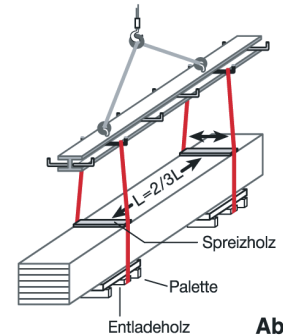

Abb. 3
4. Bei Verwendung eines Kranes am Paket keine Drahtseile und -ketten sondern Gurte mit entsprechender Tragfähigkeit befestigen (Abb. 3)
5. Gurte im **Abstand von 2/3** der Paketlänge **durch die Paletten führen** (Abb. 3 u. 4)